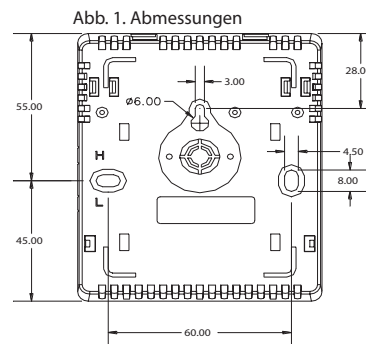

Abb. 2
- Nehmen Sie den Deckel ab, Abb. 2.